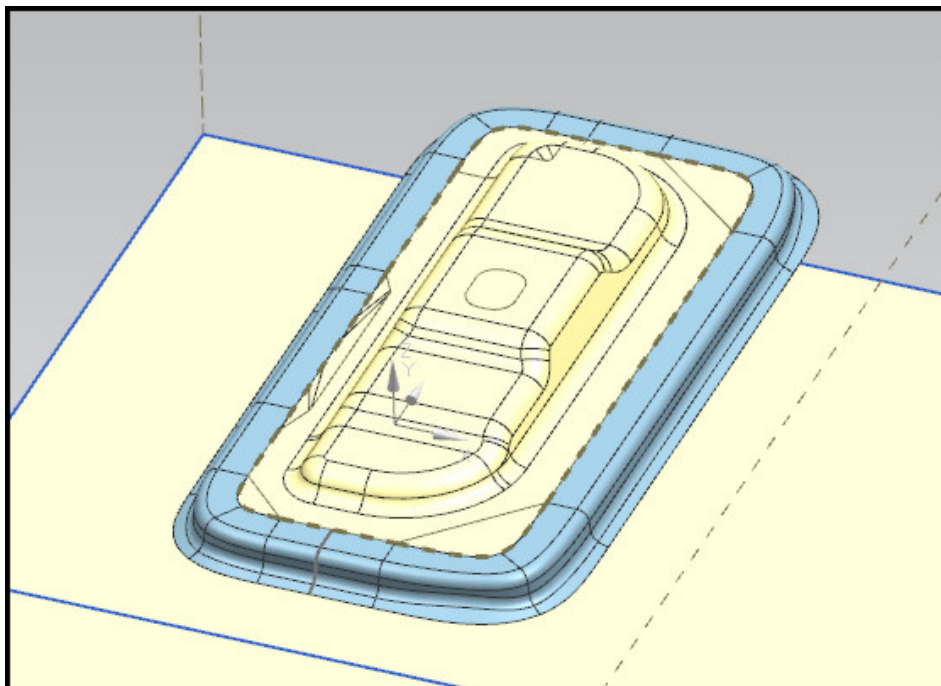

Рис. 7.21. Переходная поверхность
- Нажмите **ОК**. Результат представлен на рис. 7.21.